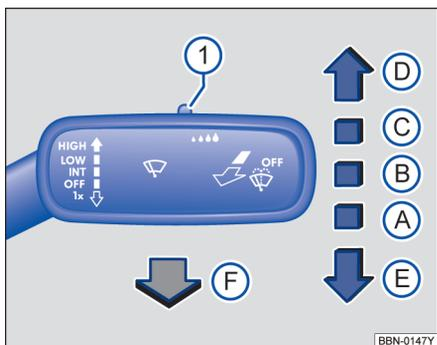

图 71 操作车窗玻璃刮水器。
- ① 使用开关⇒图 71①使用合适的间歇档位（关闭雨量传感器时）调节刮水片的速度。
- 向下短按车窗玻璃刮水器操作杆  $\Rightarrow$  图 71 。